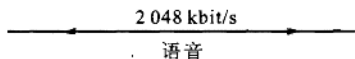

图 1-2 流向相反的信号及连线上的注释
(2) 认真阅读框图中的注释和说明 方框内的注释一般是填写相应电路单元的名称及编号或功能,框与框之间用加箭头的连线来表示信号的流向。对于流向相反的信号在连线上画有开口箭头(方向相反的两个箭头),有的在连线上还标注信号、名称、电平、频率、波形等内容(如图 1-2 所示),有的还将注释说明集中在图中空白处。
(3) 看清框图的整体布局 框图的布局清晰、明了,它的布局一般按信号流向自左向右、